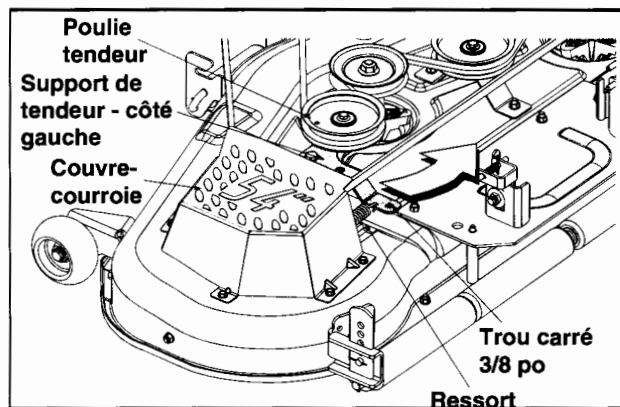

Figure 20
- Insérez une clé à cliquet de 3/8 po (pour desserrer) dans le trou carré qui se trouve sur le support de la poulie de tension, sur la gauche du plateau de coupe. Voir la Figure 20.